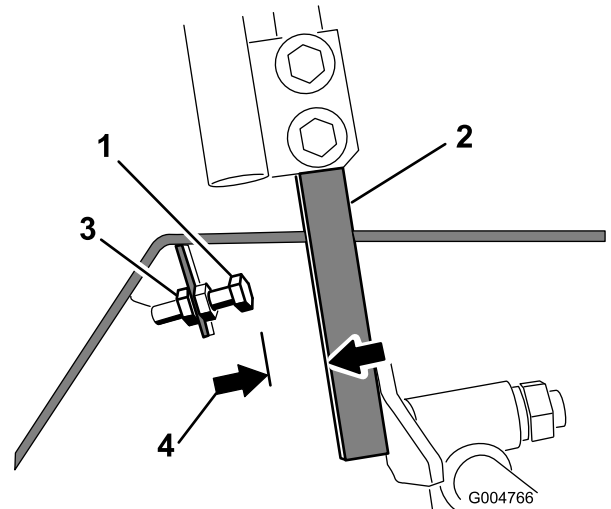

Bild 60
4. Lösen Sie die Klemmmutter an der Anschlagschraube für einen Fahrantriebshebel (Bild 60).